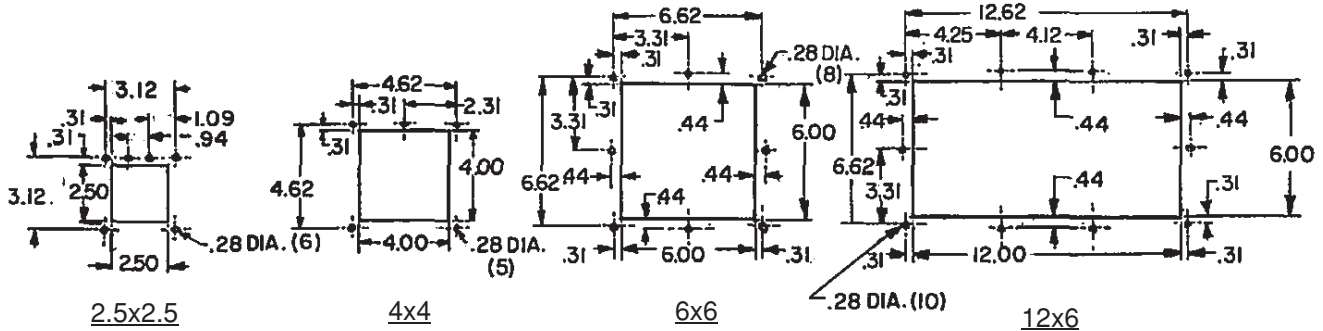

Abb. 7 Einheit: Inch
**III. Gehäuseeingänge:** Um einen Lay-In Kabelkanal an einen Schaltschrank oder ein Gehäuse anzuf lanschen müssen Öffnungen wie in Abb. 7 gezeigt in das Gehäuse gemacht werden. Das Anschlußstück und eine Dichtung werden im Gehäuse angebracht, während eine weitere Dichtung zwischen dem Kabelkanal und der Außenseite des Gehäuses ausgerichtet wird. Montieren Sie nun eine 90° -Abdichtplatte wie in Methode II beschrieben.